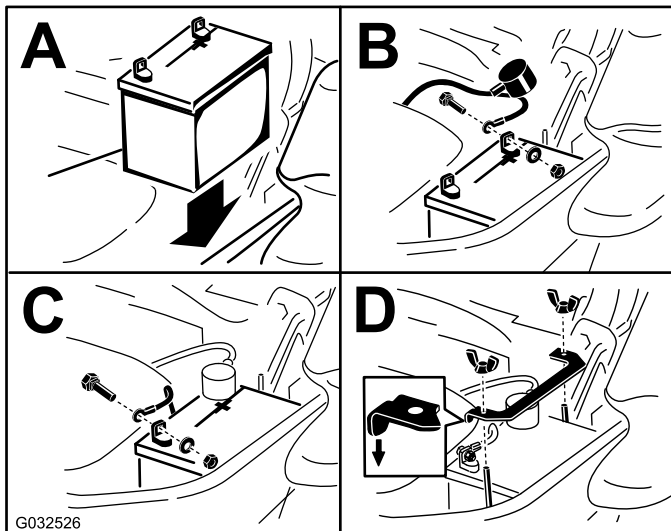

**Figura 75**
Los fusibles están situados en la consola, a la derecha del asiento (**Figura 75**).
2. Instale un fusible nuevo (**Figura 75**).